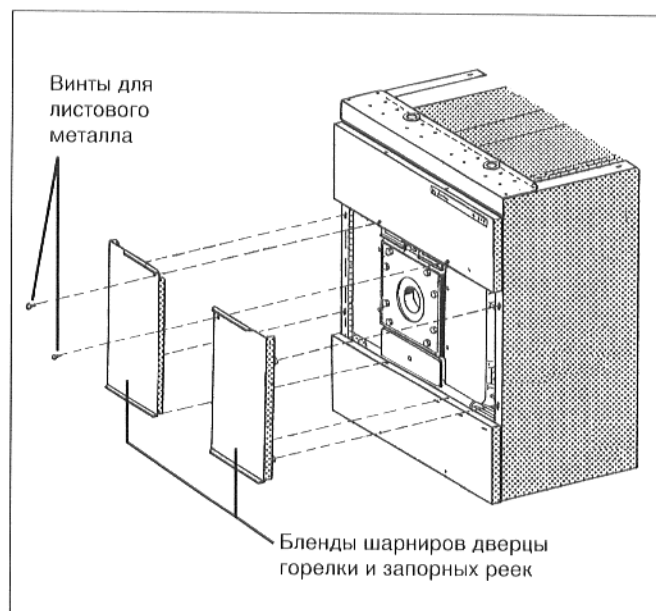

Рис. 48
- Вставить бленды шарниров дверцы горелки и запорных реек накладкой в нижнюю бленду крышек отверстий для очистки, а боковыми крючками в боковые стенки (рис. 48).
- Привинтить каждую бленду шарниров дверцы горелки и запорных реек, винтом для листового металла, к бленде верхних крышек отверстий для очистки (рис. 48).